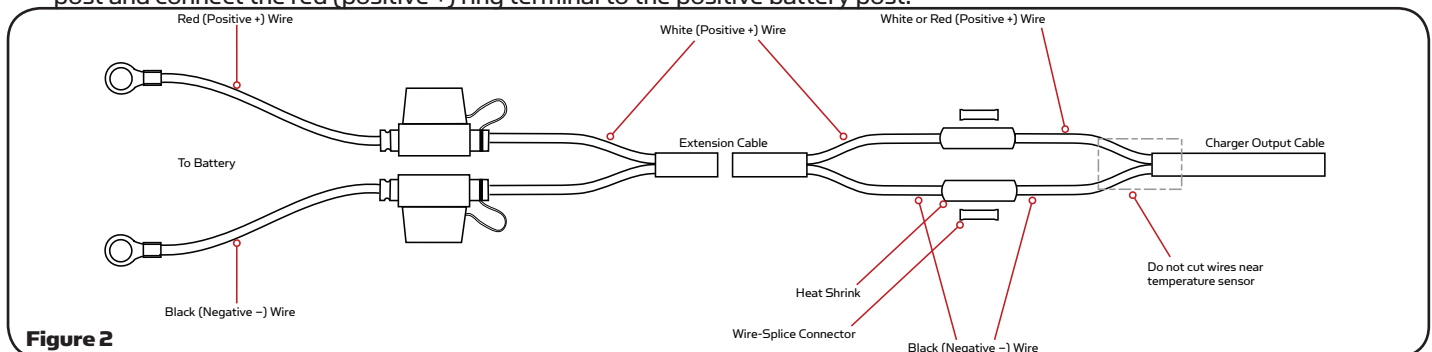

Figure 2
4. Remove the loose pieces of insulation from the ends of the extension cable wires and crimp the black (negative) wire into the Wire Splice connector using the crimpers (see Figure 2).
4. Enlevez les morceaux lâches d'isolant des extrémités des fils de la rallonge et sertissez le fil noir (négatif) dans le manchon bout à bout au moyen des pincettes à sertir (voyez la figure 2).